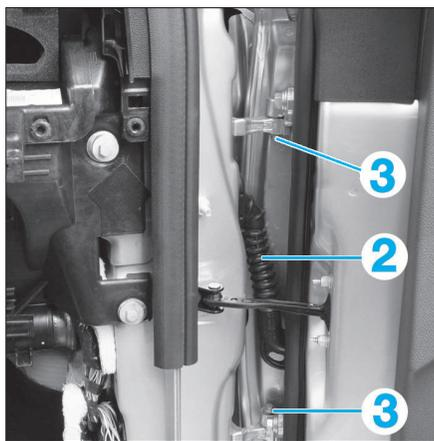

FIG. 51
- Déposer la vis (1) (Fig.51) de l'arrière de porte.